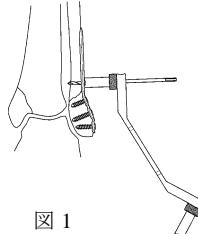

図 1
- 1) 2.5 ドリル DCP ポジショナ又は 2.5 ドリルガイドを用いて、イメージインテンシファイア（X線透視）を確認しながら、2.5 ドリルにてドリル先端が反対側皮質から 2mm 程突出するまでドリリング（図 1）した後、3.5 コーティカル用デプスゲージの先端フックを反対側皮質に引っ掛け、スケールを読み取ります。